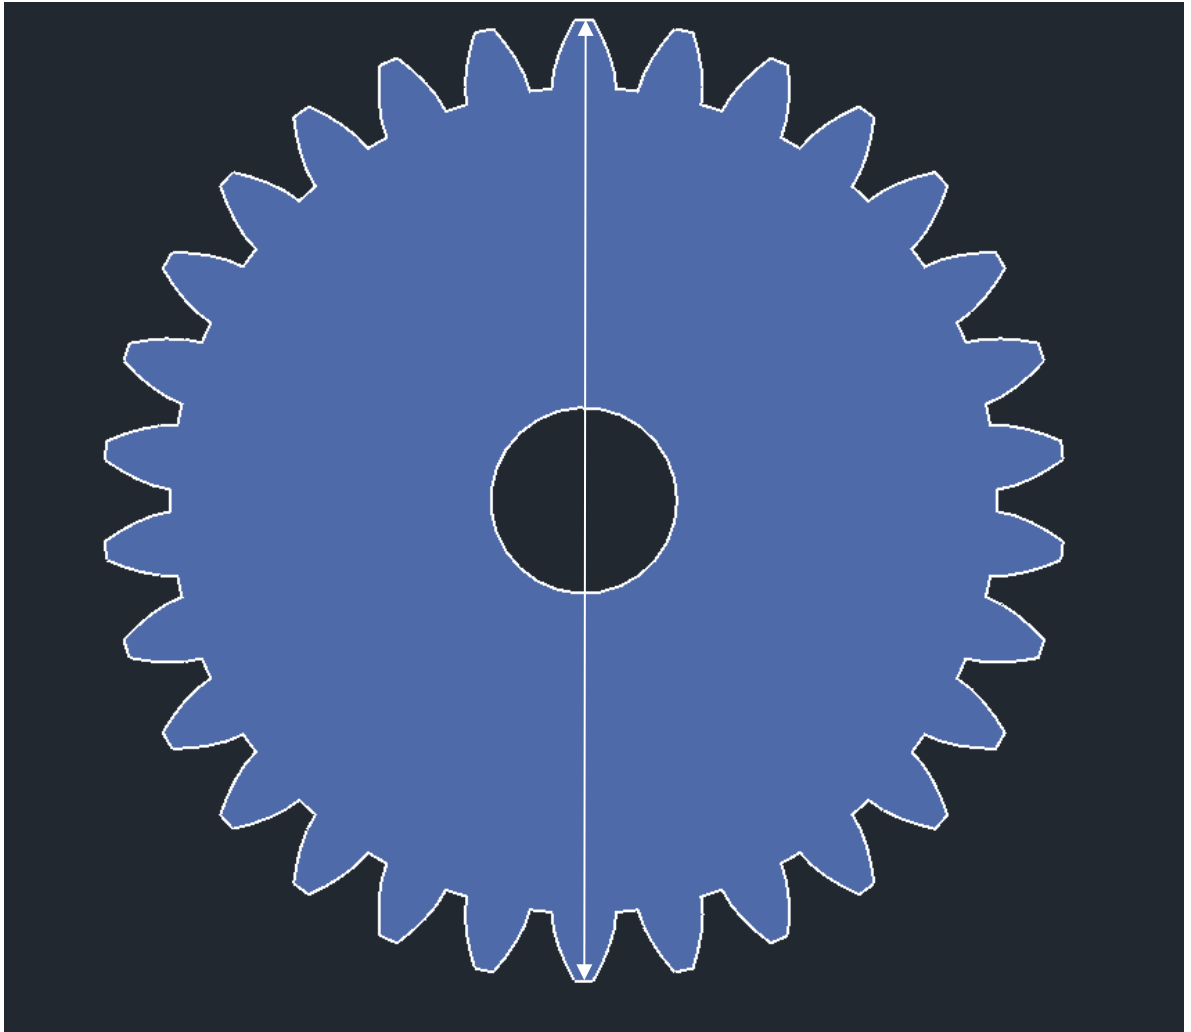

Рисунок 1.2 – Диаметр наружной окружности звёздочки
- диаметр наружной окружности (рисунок 1.2);